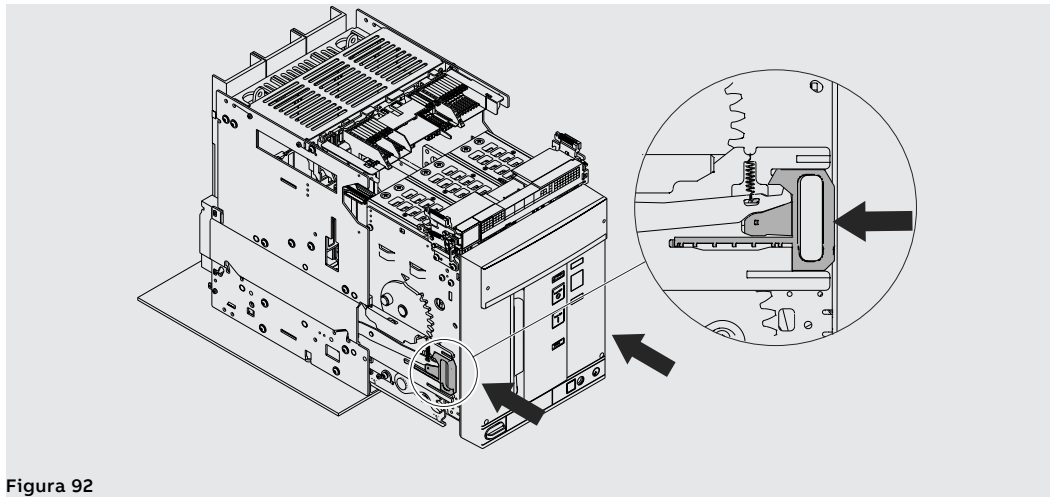

Figura 92
7. Coger las palancas de las guías de la parte fija y empujarlas hasta que se bloquee la parte móvil. Véase Figura 92.